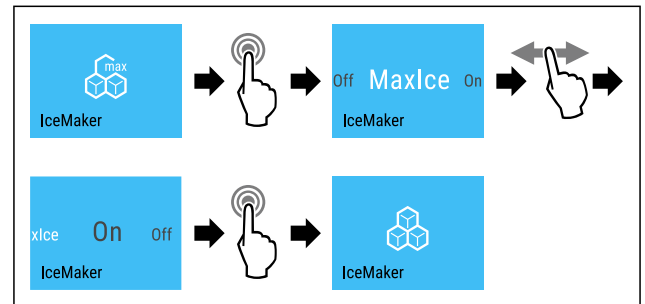

Fig. 22
► Seguir los pasos de procedimiento (consulte Fig. 22).